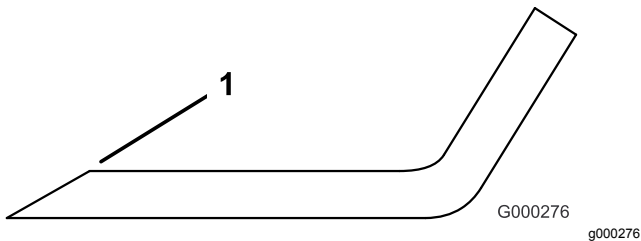

Figura 93
1. Utilice una lima para afilar el filo de corte en ambos extremos de la cuchilla (Figura 93).